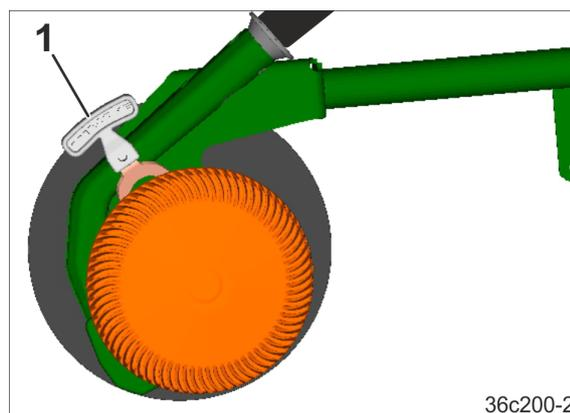

Fig. 146
2. Der Hebel (Fig. 146/1) dient zum Betätigen der Tiefenführungsscheibe/rolle. Den Ansatz des Hebels in die erforderliche Bohrung stecken.